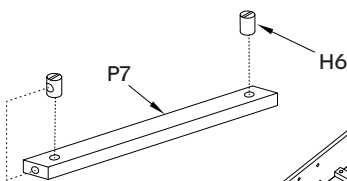

Abb. 3
3. Setzen Sie die Zylindermuttern H6 in die Löcher der Halterungen P7 ein, wie in Abb. 3 gezeigt. Passen Sie die Löcher der Muttern an die seitlichen Löcher der Halterung an. Setzen Sie die Halterungen des Fußballfelds P7 auf die Unterseite des Fußballfelds. Befestigen Sie sie mit Rundkopfschrauben H8, wie in Abb. 3 gezeigt.